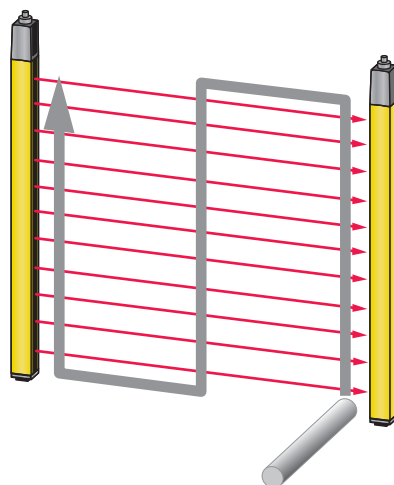

Figura 9.1: Comprobación del funcionamiento del campo de protección con varilla de control
| ☞ Durante el funcionamiento, interrumpa un haz luminoso activo con un cuerpo de prueba previsto para este propósito (ver figura 9.1).¿Se para inmediatamente el movimiento peligroso? |    |    |
- ☞ Interrumpa todos los haces de luz en distintas distancias del emisor y el receptor con la barra de comprobación de un punto fijo fuera de la zona de peligro (ver figura 9.1) y asegúrese de que la máquina no se inicia con el haz de luz interrumpido.